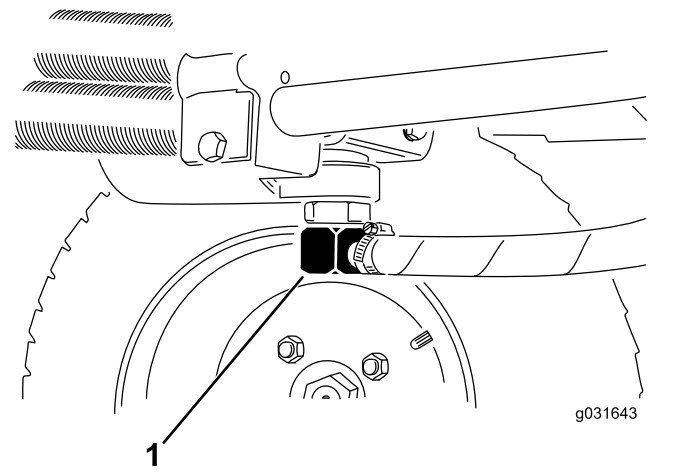
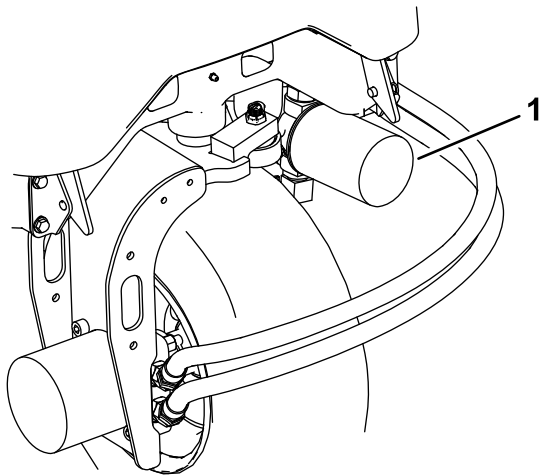

Figure 65
Figure 67
2. Débranchez la conduite hydraulique ou enlevez le filtre hydraulique et laissez couler l'huile dans un bac de vidange (Figure 67 et Figure 65).
3. Rebranchez la conduite hydraulique quand la vidange est terminée (Figure 65).
- Nettoyez la surface autour de la zone de montage du filtre et déposez le filtre (Figure 67).